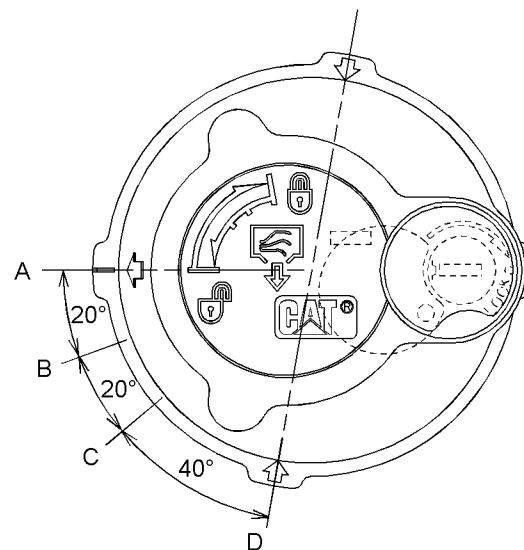

Fig. 466
6. Aflast det tryk, der kan findes i returhydraulikkredsløbet, ved hjælp af følgende procedure. Se fig. 466 for at få vist påfyldningsdækslets positioner.
- a. Drej påfyldningsdækslet i retning mod uret, uden at trykke ned på dækslet, og flyt pilen fra stilling (A) til stilling (B).
- b. Aflast trykket i mindst 45 sekunder ved at flytte pilen fra position (B) til position (C).
- c. Tryk ned på midten af påfyldningsdækslet. Flyt pilen fra stilling (C) til stilling (D) uden at vippe påfyldningsdækslet.
- d. Trykket i hydrauliktanken aflastes. Spænd påfyldningsdækslet fast på hydrauliktanken til position (A).